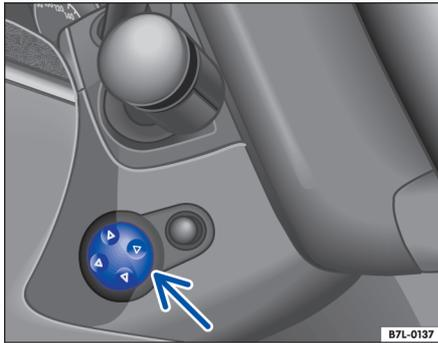

Fig. 49 Tecla para el ajuste eléctrico del volante
- Presione la tecla situada a la izquierda de la columna de dirección ⇒ fig. 49 hasta alcanzar el ajuste deseado.